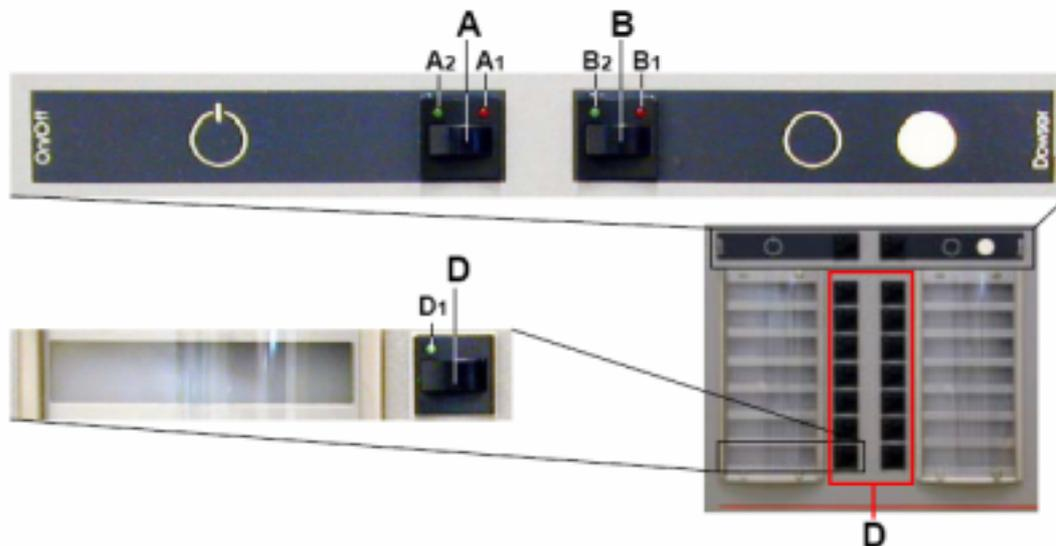

图3-4 灯泡点亮和遮光板开启
1. 按下按钮(A) 点燃放映灯。(图3-4) 内置绿色发光二极管亮(A2)表示放映灯已点燃。
2. 灯点亮后, 按遮光板按钮 (B)。(图 3-4), 内置绿色发光二极管 (B2) 亮, 表示遮光板已开启。
3. 按下需要的选择按钮 (D) 1 ~ 14 (图3-4)。所选按钮的内置绿色发光二极管亮(D1)。数字放映机开始执行宏动作。